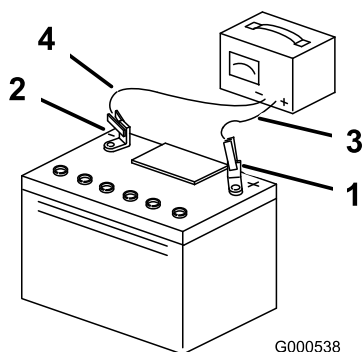

Figure 36
4. Quand la batterie est chargée au maximum, débranchez le chargeur de la prise, puis débranchez les fils du chargeur des bornes de la batterie (Figure 36).